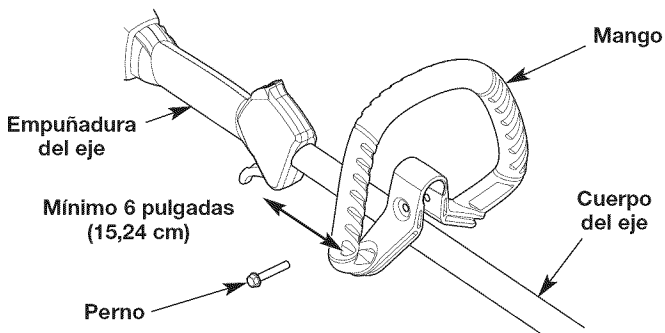

Fig. 3
1. Afloje el perno (Fig. 3).
2. Sin dejar de sujetar la unidad en posición de operación (Fig. 11), mueva el mango hasta el lugar que le dé el mejor agarre. Colóquelo a una distancia mínima de 6 pulgadas (15.24 cm) de la base de la empuñadura del eje (Fig. 3).